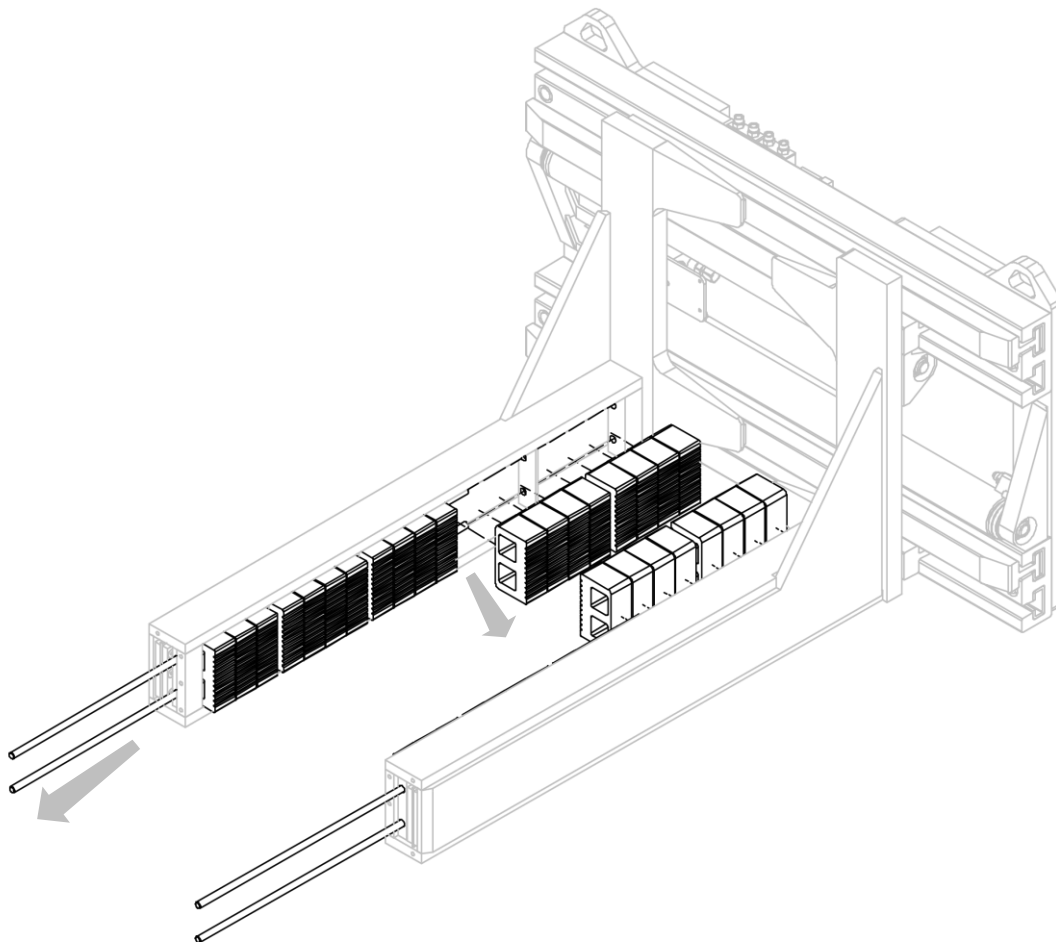

Abbildung 34
2. Ziehen Sie die Feststellbolzen aus ihren Aufnahmen und achten Sie darauf, die Polyurethandruckstücke mit abziehen (siehe *Abbildung 34*).